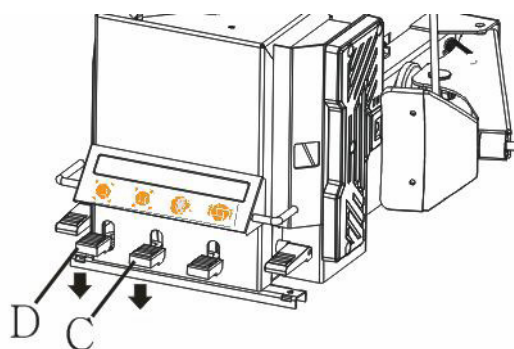

Fig.14
- Appuyez sur la pédale de commande d'ouverture des mors C pour préparer la mise en place de la roue puis appuyez sur la pedale D pour verrouiller la jante par l'extérieur (fig.14).